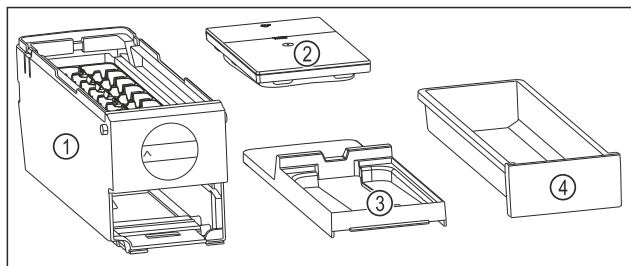

Fig. 147 Beståndsdelar i EasyTwist-Ice
- ▷ EasyTwist-Ice är delad i fyra delar. (se Fig. 147)
- Ta endast isär EasyTwist-Ice i de avbildade beståndsdelarna. (se Fig. 147)
- Rengör EasyTwist-Ice-enheten Fig. 147 (1) i sin helhet.